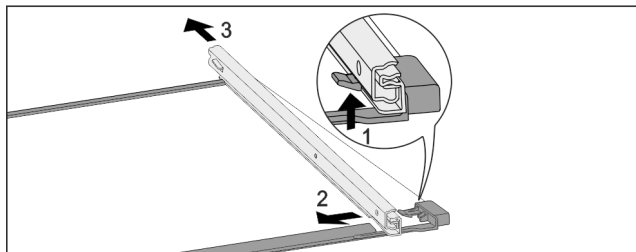

Fig. 274 Staklena ploča s vodilicama
- ▶ Prednji uskočnik pritisnite prema gore. Fig. 274 (1)
- ▶ Izvlačnu vodilicu povucite u stranu Fig. 274 (2) i prema natrag Fig. 274 (3).